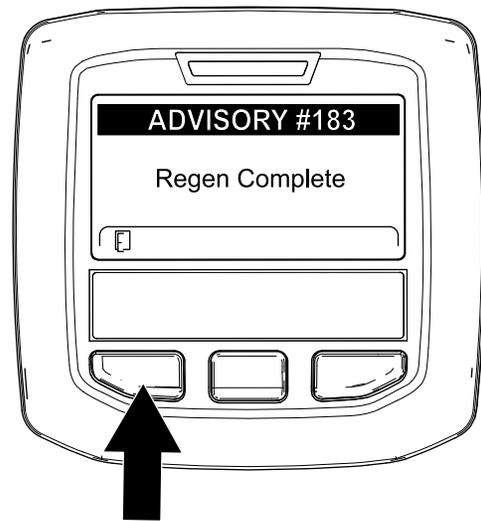

Figura 67
- Quando el ordenador del motor finaliza una regeneración con la máquina aparcada o una regeneración de recuperación, el InfoCenter muestra ADVISORY #183 (Aviso n.º 183) (Figura 67). Pulse el botón de la izquierda para salir a la pantalla de inicio.
**Nota:** Si la regeneración no se realiza correctamente, el InfoCenter muestra Advisory #184 (Aviso n.º 184) (Figura 67). Pulse el botón de la izquierda para salir a la pantalla de inicio.